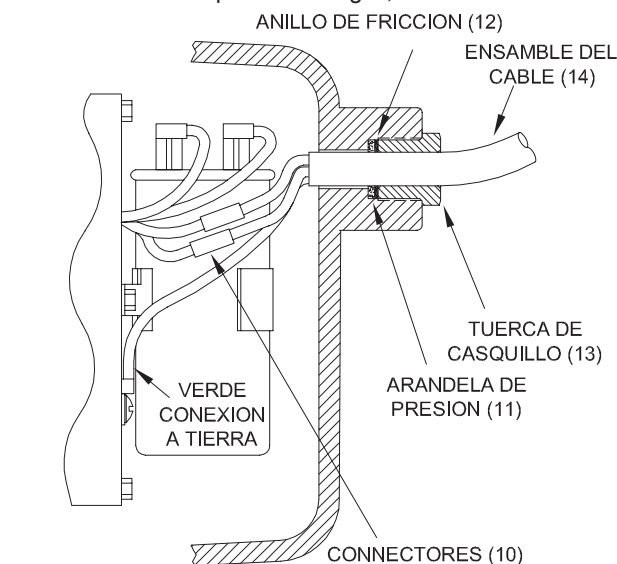

FIGURA 6
Tenga cuidado de no dañar el diafragma (15) al retirar la pieza del extremo del cárter (21). Desconecte el juego de cables (14) y examínelo para ver si tiene grietas o daños y reemplácelo si es necesario. Para inspeccionar o reemplazar la arandela (11), remueva los anillos de fricción (12) de la pieza del extremo del cárter (21), y remueva la arandela (11), vea la Figura 6.
Inserte una arandela (11) y un anillo de fricción (12), en la pieza del extremo del cárter (21). Aplique sellador para tubería a la tuerca estancadora (13) y atorníllela en el cárter del motor (21). Aplique una fuerza de torsión de 23,727 Nm (17,5 pies/lb.) a la tuerca estancadora para evitar fugas, vea la FIGURA 6.